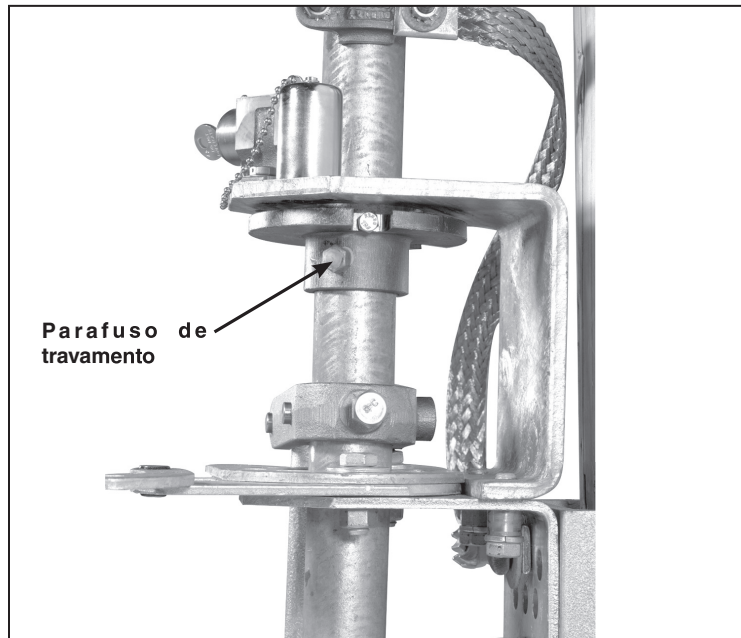

Figura 33. Rasgo de bloqueio no disco de intertravamento.
PASSO 33. Bloquee um dos dois rasgos do disco de travamento com o parafuso de travamento fornecido (o rasgo a ser bloqueado depende do arranjo requerido — bloqueado na posição aberta ou bloqueado na posição fechada). Ver Figura 33.